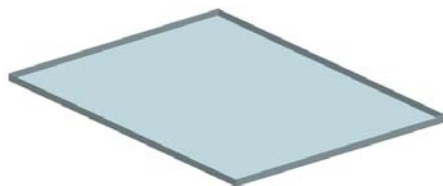

图 11-174 创建弯边特征
(10) 在“弯边”对话框中，单击 **确定** 按钮，创建弯边特征 4，如图 11-174 所示。